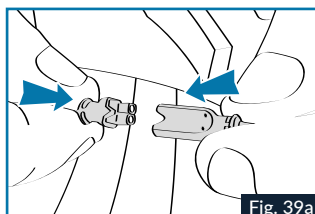
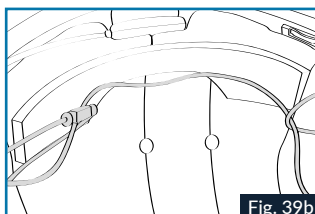

Fig. 39a
Fig. 39b
11. Collegare i diffusori (connettore nero a 2 derivazioni) e il gruppo comandi come indicato nella Fig. 39a, quindi far passare il cavo del diffusore destro come indicato nella Fig. 39b